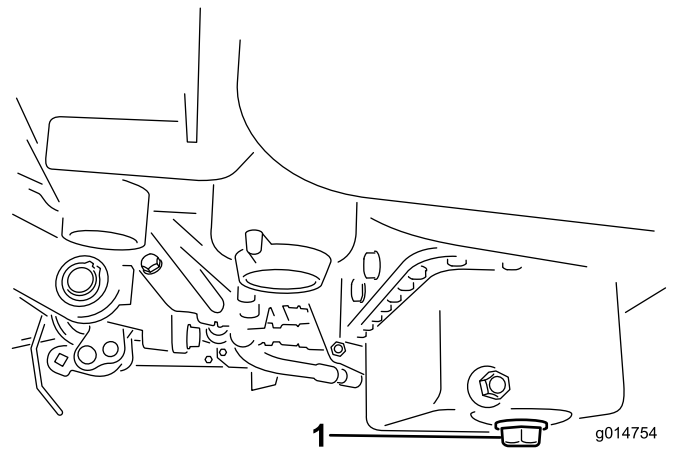

図 31
1. ドレンプラグを外してオイルを容器に受ける。オイルが抜けたらドレンプラグを取り付ける(図 31)。